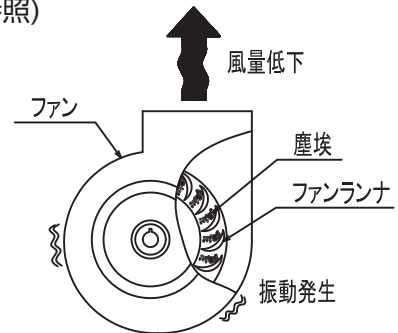

図3-2. 塵埃による現象
- ・ファンランナに塵埃が堆積すると、風量の低下、アンバランスによる振動の発生や軸受損傷の原因になります。（図3-2参照）